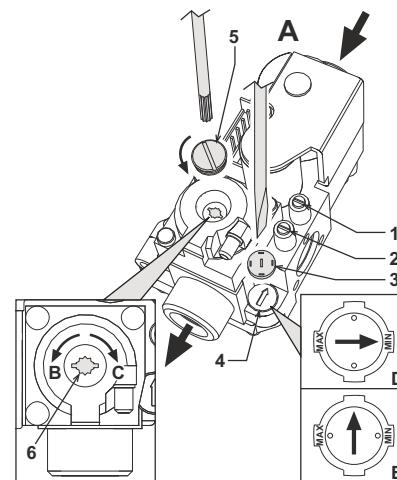

fig. 17 - Réglage de la pression
Sur les chaudières PEGASUS D, la puissance thermique du foyer - et par conséquent, la puissance thermique fournie à l'eau de chauffage - peut être réglée en agissant simplement sur le réglage du brûleur principal par le biais de la vanne à gaz (voir fig. 17). Les diagrammes du paragraphe cap. 5.2 illustrent la variation de la puissance thermique fournie à l'eau en fonction de la pression de fonctionnement du brûleur. Le fait de pouvoir adapter la puissance de la chaudière aux exigences spécifiques de chauffage permet principalement de réduire les dispersions et donc d'économiser du combustible. De plus, grâce à la variation de la puissance, réglementée également par la loi, les chaudières maintiennent inaltérées les valeurs de rendement et les caractéristiques de combustion. Cette opération s'effectue lorsque la chaudière est en fonction et le ballon en température.
- À l'aide d'un petit tournevis, ôter le capuchon de protection 5 de l'opérateur secondaire de la vanne à gaz de fig. 17.
- Relier un manomètre à la prise de pression 2 (fig. 17) montée en aval de la vanne à gaz ; tourner le bouton du thermostat de la chaudière sur la position maximum.
- Régler la pression à l'aide de la vis 6 (fig. 17) sur la valeur désirée, conformément aux diagrammes du paragraphe cap. 5.2.
- Ôter le petit capuchon de protection 3 de la vanne à gaz (fig. 17). À l'aide d'un petit tournevis, régler le "STEP" d'allumage pour le gaz souhaité (**G20-G25** position **D** fig. 17, ou **G30-G31** position **E** fig. 17) ; remettre ensuite le capuchon.
- Purger l'air présent dans les tuyauteries du gaz à l'aide de la prise de pression 1 de la vanne à gaz (fig. 17).